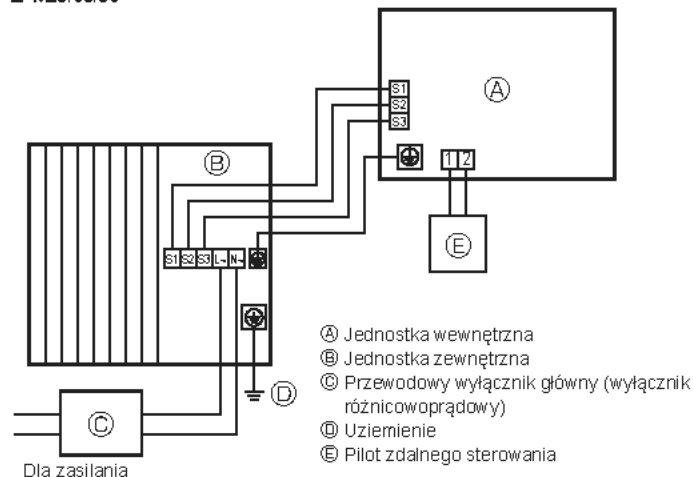
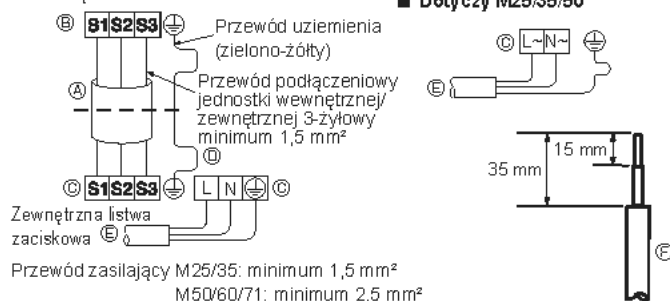
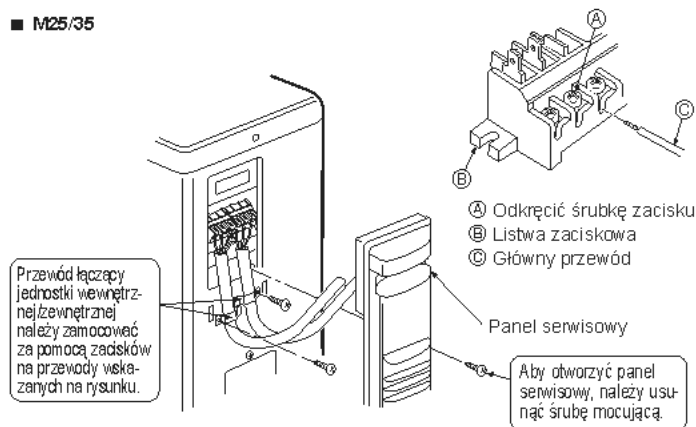
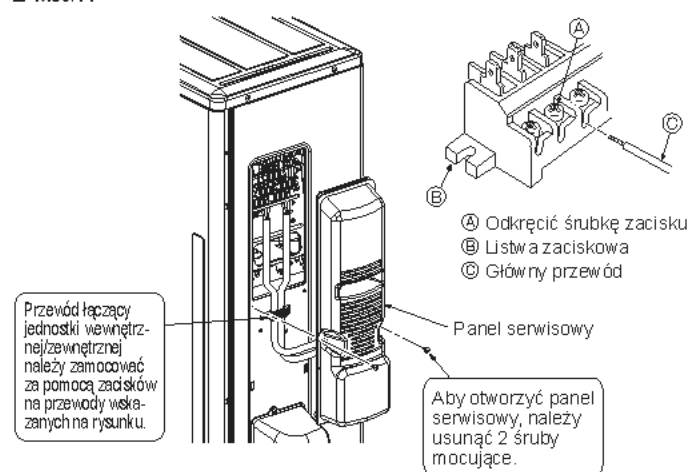

Fig. 6-1
Fig. 6-2
Fig. 6-3
Fig. 6-5
6.1. Jednostka zewnętrzna (Fig. 6-1, Fig. 6-2, Fig. 6-3, Fig. 6-4, Fig. 6-5)
① Usunąć panel serwisowy.
② Podłączyć przewody zgodnie z Fig. 6-1, Fig. 6-2, Fig. 6-3, Fig. 6-4 i Fig. 6-5.
• Przewody należy poprowadzić zgodnie ze schematem po lewej stronie poniżej (przewód zakupić we własnym zakresie) (Fig. 6-2). Należy stosować tylko przewody o odpowiedniej biegunowości.